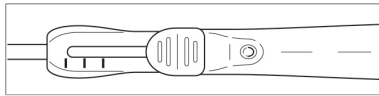

Figura 12: Marcas na pega para o balão com 8 mm de comprimento
- c. Durante o uso de um balão com o comprimento de 8 mm, pode ser necessário proceder a múltiplas insuflações para atingir o resultado desejado. Deve remover parcialmente o mecanismo de deslizamento do balão entre as insuflações com o uso de marcas de referência de 5 mm na pega do aparelho, para garantir um tratamento integral. Ver Figura 12.